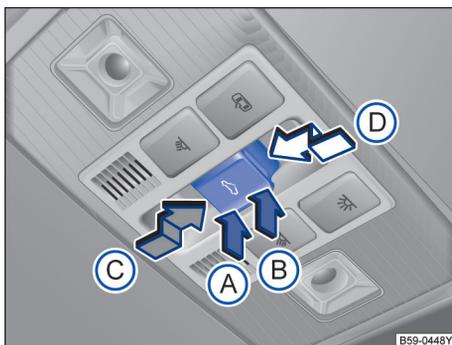

图 69 在顶篷中：天窗按钮
按钮  图 69 设有 2 挡位置。1 挡位置：可完全打开天窗，或部分翻开天窗，打开或关闭天窗。
- 触发防夹功能后 5 秒钟内按压  按钮→图 69，沿箭头①方向将按钮保持在 2 挡位置，直至天窗完全关闭。